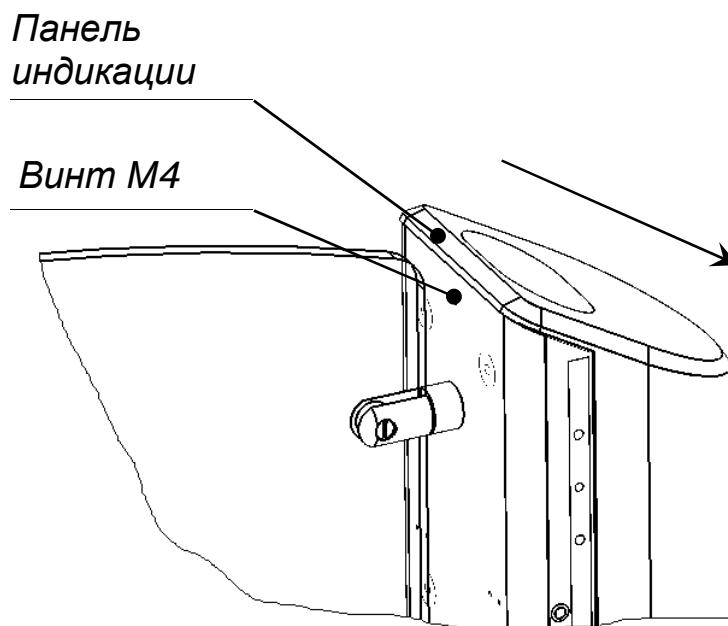

Рис. 15.
6.5.1. Открутите винт M4 на задней стенке картоприемника (рис. 15).
6.5.2. Сдвиньте панель индикации картоприемника до упора в направлении, указанном на рис. 15. Аккуратно поднимите панель.